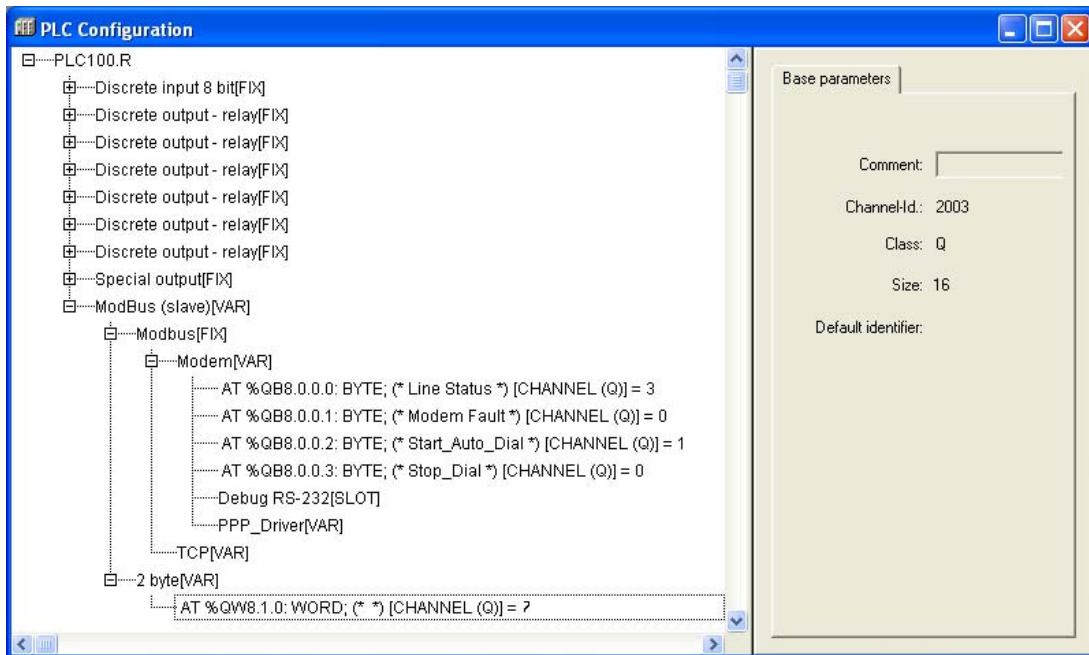

Рис.4 Конфигурация ПЛК100 для обмена по GPRS, с подключенным модемом к порту Debug
- Добавить к подмодулю «Modem» подмодуль «PPP_Driver» (выделить подмодуль «Modem[VAR]», нажать правую клавишу мыши и через контекстное меню выбрать «Append PPP_Driver»), рис.4. Настроить его на вкладке «Module parameters» **задав параметры «Login» и «Password», необходимые для дозвона до провайдера-поставщика Интернет услуг (предоставляются поставщиком GSM-услуг)**. Подробнее о параметрах подмодуля «PPP_Driver» см. в документе «OWEN_PLC_Configuration.pdf».
- К подмодулю «Modbus(Slave)» добавить подмодуль «TCP[VAR]» (выделить подмодуль «Modbus[FIX]», нажать правую клавишу мыши и через контекстное меню выбрать «Append Subelement», а затем «TCP...»), рис.4, на вкладке «Module parameters» модуля «TCP[VAR]» параметр «RemotePort» должен быть равен 502.
- Добавить к модулю «Modbus(slave)» необходимые переменные, например «2 byte» (выбрать модуль «ModBus (slave)», нажать правую клавишу мыши, через контекстное меню выбрать «Append Subelement», а потом «2 byte...»), рис.4.